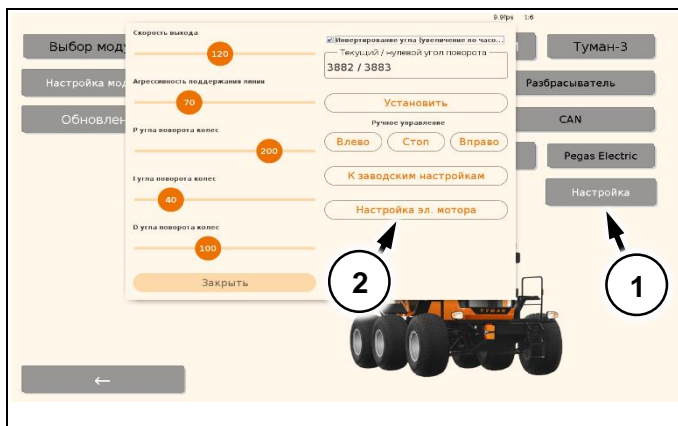

Рис. 23
- «Настройка» (Поз. 1) (Рис. 23).
- «Настройка эл. мотора.» (Поз. 2) (Рис. 23).